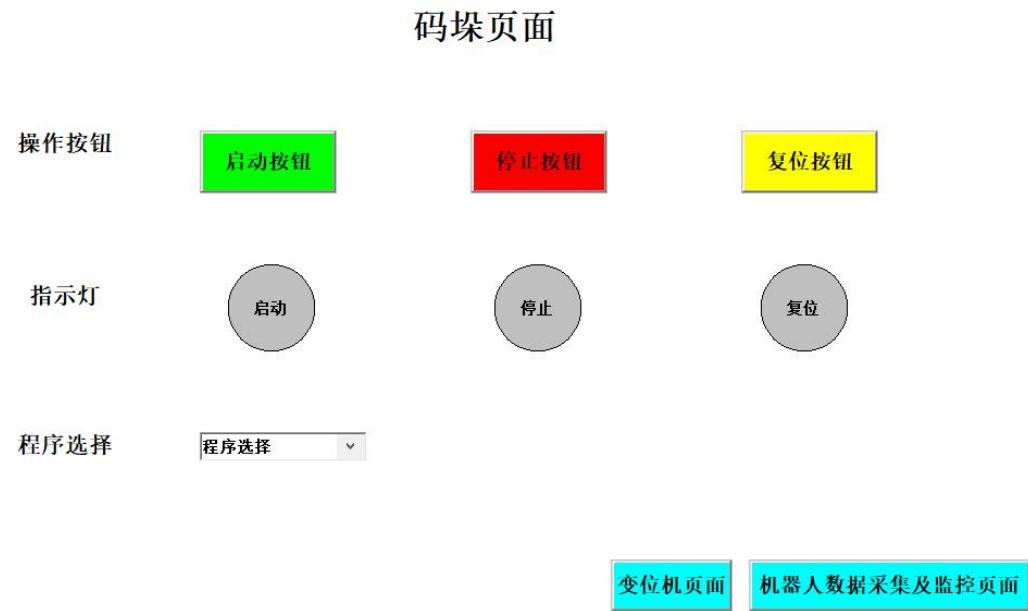
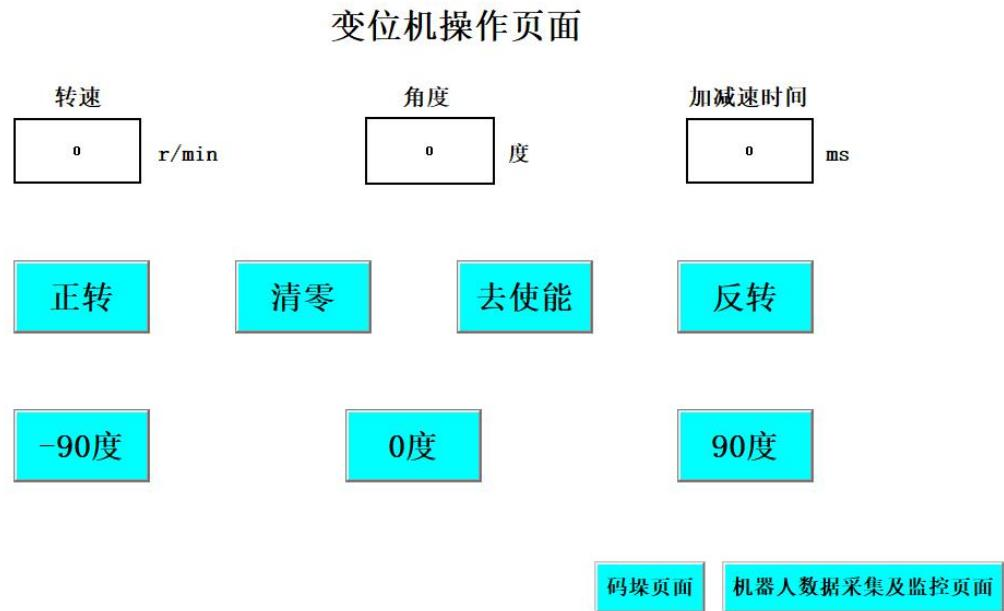
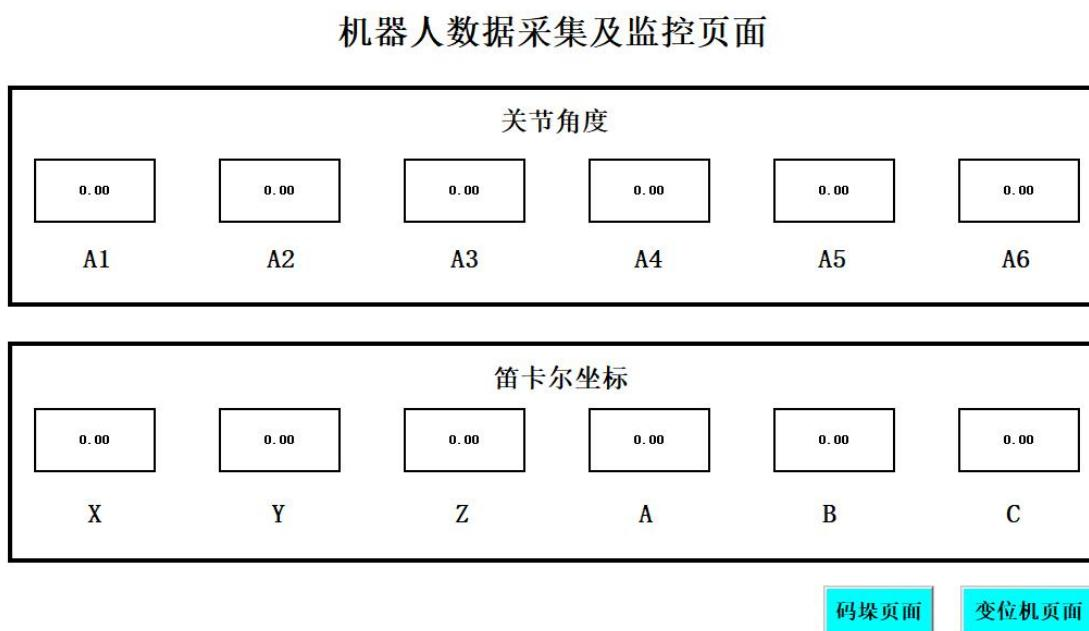

图 3-7 码垛页面
图 3-8 变位机操作页面
图 4-2 工业机器人数采集及监控页面
(1) 完成 PLC 与工业机器人 Profinet 通讯连接。
(2) 完成 PLC 与伺服变位机 Modbus 通讯。
(3) 将 PLC 的 IP 地址设置为：192.168.1.19。
(4) 将触摸屏的 IP 地址设置为：192.168.1.61。
(5) 触摸屏包含 3 个画面，分别为“码垛页面”（如图 3-7）、“机器人数据采集及监控页面”（如图 4-2）、“变位机操作页面”（如图 3-8），并能够完成不同页面的切换（画面切换按钮选手自行设计），“机器人数据采集及监控页面”作为开机页面。
(2) 将操作面板的“模式开关”切换到“自动”模式，工业机器人打到“EXT”（外部启动）模式，在触摸屏上选择“搬运码垛”程序。
(3) 按下操作面板或触摸屏（如图 3-7 所示）复位按钮，操作面板及触摸屏（如图 3-7 所示）“复位”指示灯常亮。
(4) 工业机器人回到 Home 点后停止，等待启动信号。
(5) 操作面板及触摸屏“复位”指示灯熄灭，操作面板及触摸屏“启动”指示灯（如图 3-7 所示）以 2Hz 频率闪烁。
(6) 在触摸屏（如图 3-7 所示）上选择码垛程序（如图 3-7 所示）、按照 9-6-3-8-5-2-7-4-1 的码垛顺序（数字按照码垛模块 B 区丝印号）。
(7) 按下操作面板或触摸屏启动按钮（如图 3-7 所示），操作面板及触摸屏“启动”指示灯常亮。
- (1) 将变位机伺服驱动器通讯地址参数设置为：2。
- (2) 能实时显示变位机实时角度，能修改变位机运行速度、加减速时间。能准确到达-90 度、0 度、90 度位置，能点动正转和点动反转（点动是指按下对应按钮后转运台保持对应方向的运行，松开按钮时停止运行），能控制伺服下使能，能把任意位置设为伺服零点，如图 3-8 所示。
在触摸屏上实时显示工业机器人的轴关节角度以及笛卡尔坐标，如图 4-2 所示。